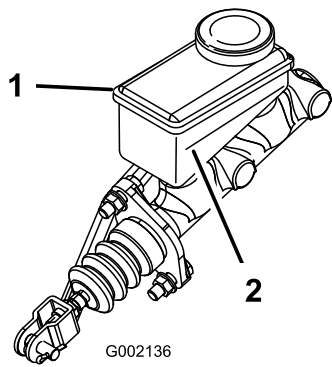

Bild 51
3. Lesen Sie den Flüssigkeitsstand am Stutzen an der Seite des Behälters ab (Bild 51).
- B. Füllen Sie DOT 3-Bremsflüssigkeit in den Behälter, bis der Füllstand über der Minimum-Markierung liegt (Bild 51).